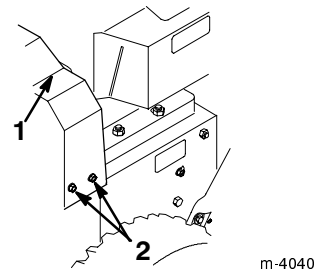

Figure 25
2. Retirez les 3 vis de fixation du carter de courroie et mettez ce dernier de côté (Fig. 25).